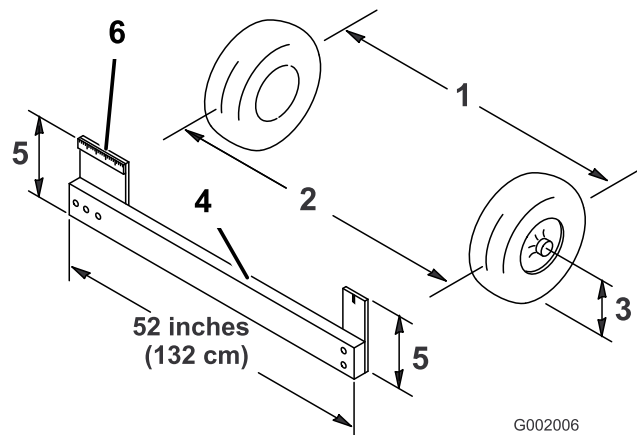

图45
4. 以轮轴的高度为标准，分别测出两个前轮的轮前距离和轮后距离（图45）。
注意：要测量轮轴高度的前轮轮后距离，需要使用夹具或定位仪。使用相同的夹具或定位仪，还可以以轮轴高度为标准，准确测量前轮的轮前距离（图45）。